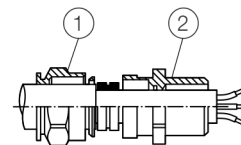

Figura 2: Apretar los prensaestopas
Para obtener el modo de protección IP 66 / 67, es necesario montar el anillo obturador negro de neopreno entre la carcasa y el prensaestopas y mantener el par de apriete prescrito de 3,6 Nm (**Figura 2**, pos. ②).
5. Apretar el prensaestopas, hasta que el anillo obturador abrace el cable firmemente (**Figura 2**, pos. ①). En la carcasa, no superar más de 1,5 veces el par de apriete indicado (véanse las instrucciones de montaje del prensaestopas)!